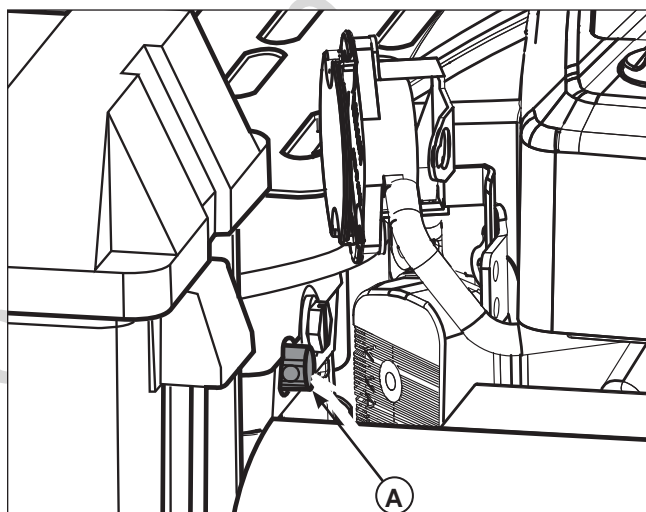

Figura 5. Derivación del sistema hidráulico
2. Para desenganchar la bomba (posición en rueda libre), gire la válvula hidráulica de liberación (A, figura 5) que se encuentra en la bomba hidráulica **EN EL SENTIDO CONTRARIO AL DE LAS AGUJAS DEL RELOJ** un máximo de 2 vueltas completas.